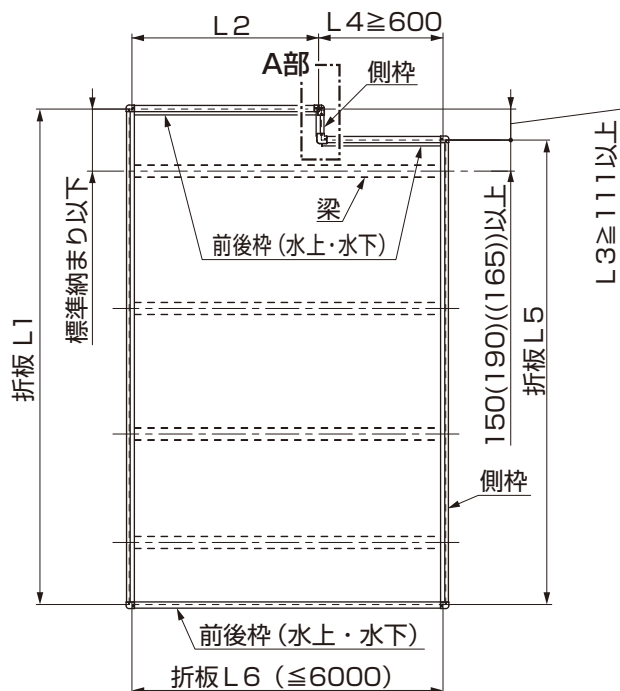
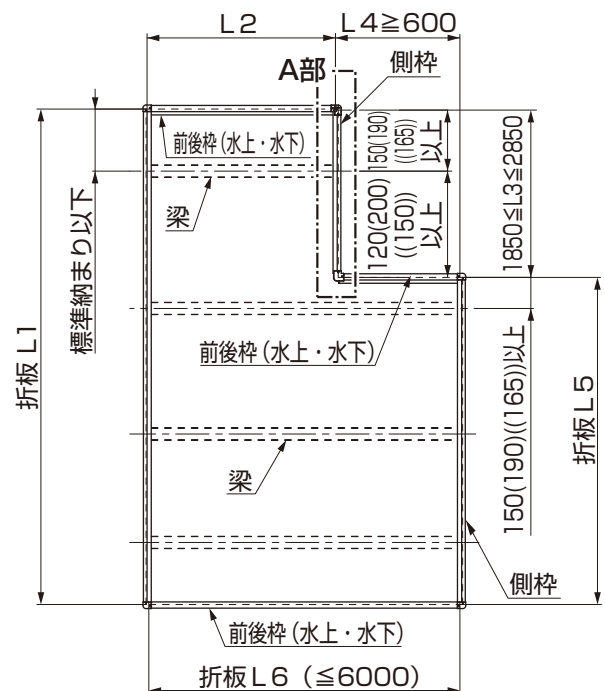

図4-1 入隅部に梁が入らない場合
図4-2 入隅部に梁が入る場合
- 施工可能寸法表の寸法範囲内で施工してください。(図4-1、図4-2、表4-1参照)